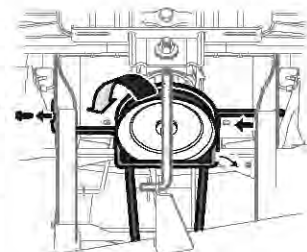

Figura 40
- Saque el tornillo hexagonal que asegura la varilla guardapoleas del motor al bastidor. Consulte la Figura 40.